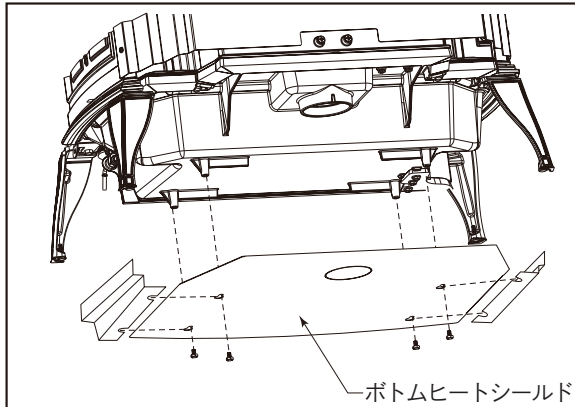

図4 ボトムヒートシールドの取り付け
2. 4 つのボルトをすべて、キーホールの大い方の端に通し、シールドを手前に引いてキーホールスロットの小さい方の端と合わせます。(図4)